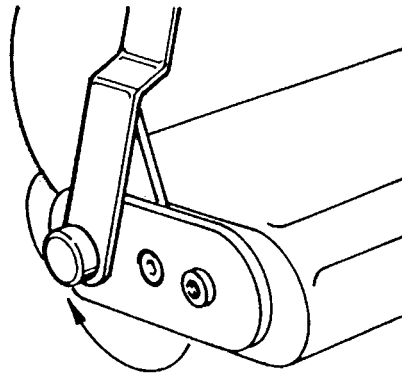

Abb. 7
- Den "Arm Pantograph", wie in Abb.7 gezeigt, anbringen.